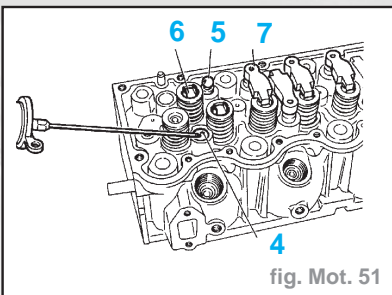

fig. Mot. 51
- le réchauffeur équipé d'un joint neuf (détrompeurs (1) vers le haut).
- la plaque embout (2) équipée d'un joint torique neuf,
- Les vis colonnettes seront montées dans les trous (3).
- Par les trous (4) d'alimentation en huile des rotules hydrauliques, remplir d'huile moteur le canal d'huile (fig. Mot. 51).